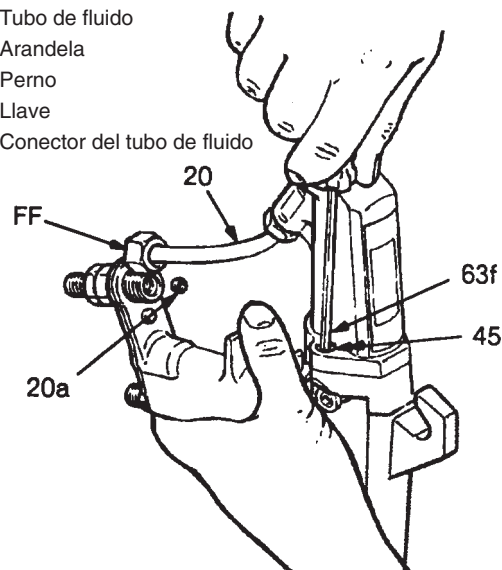

Fig. 13
2. Desenroscar el conector del tubo de fluido (FF) en la parte inferior del tubo de fluido (20) y luego extraer el tubo de la entrada. Ver Fig. 13.
5. Retirar los indicadores luminosos ES. Mediante la llave (63f) suministrada, aflojar y retirar los dos pernos de cabeza hueca (45) de la pistola. Ver Fig. 13.
3. Instalar los dos pernos de cabeza hueca (45) y apretarlos con la llave (63f) suministrada para ese efecto. Ver Fig. 13. Encajar los indicadores luminosos ES en su sitio sobre los pernos de cabeza hueca.
4. Insertar el tubo de fluido (20) en la entrada de fluido del tambor de la pistola, cerciorándose de que la arandela (20a) esté en su sitio y apretar el conector del tubo de fluido (FF). Ver Fig. 13.